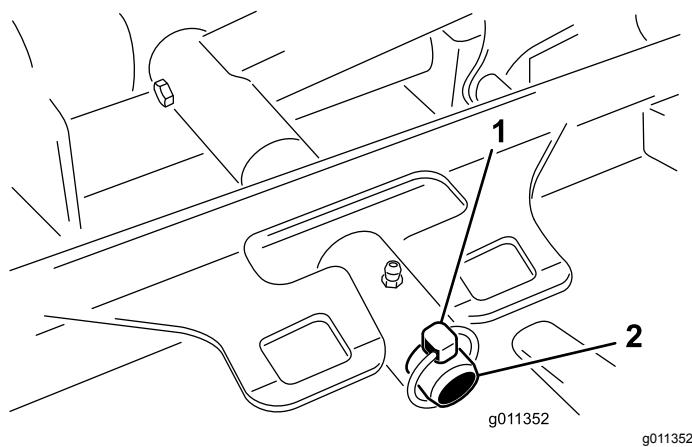

Рисунок 82
3. Снимите шплинт или крепежную гайку (только на машинах Groundsmaster 4700), с помощью которых несущая рама деки крепится к оси поворота подъемного рычага (Рисунок 82).
3. Наденьте несущую раму деки на ось поворота подъемного рычага. Закрепите шплинтом или крепежной гайкой (только на машинах Groundsmaster 4700) (Рисунок 82).